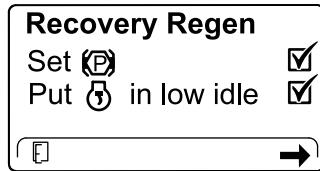

Figura 60
3. En la pantalla de lista de comprobación del DPF, verifique que está accionado el freno de estacionamiento y que la velocidad del motor está en ralentí bajo (Figura 60).